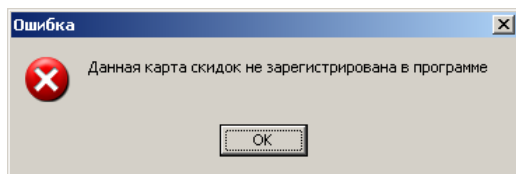

Рис. 131. Карта скидок не зарегистрирована
- если у пользователя запрещено добавление карт в настройках уровня доступа, то появится соответствующее сообщение (рис. 131);